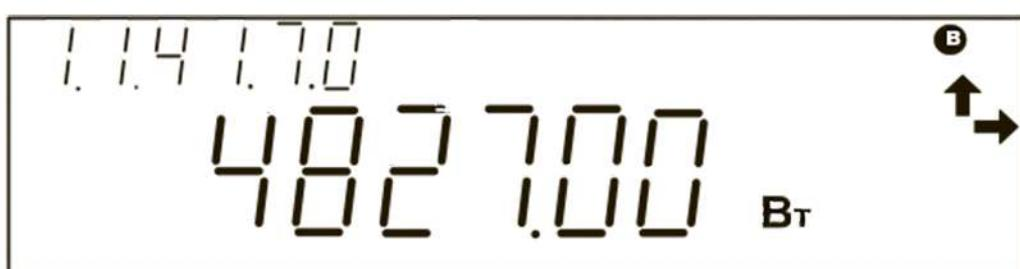

Рис. 10
5.1.2.6 При выводе на индикатор действующего значения активной, реактивной и полной мощности формат отображения информации должен соответствовать приведённым на рис. 10 - 12 соответственно.
На рис. 10 приведён пример индикации активной мощности 4827 Вт по фазе В.